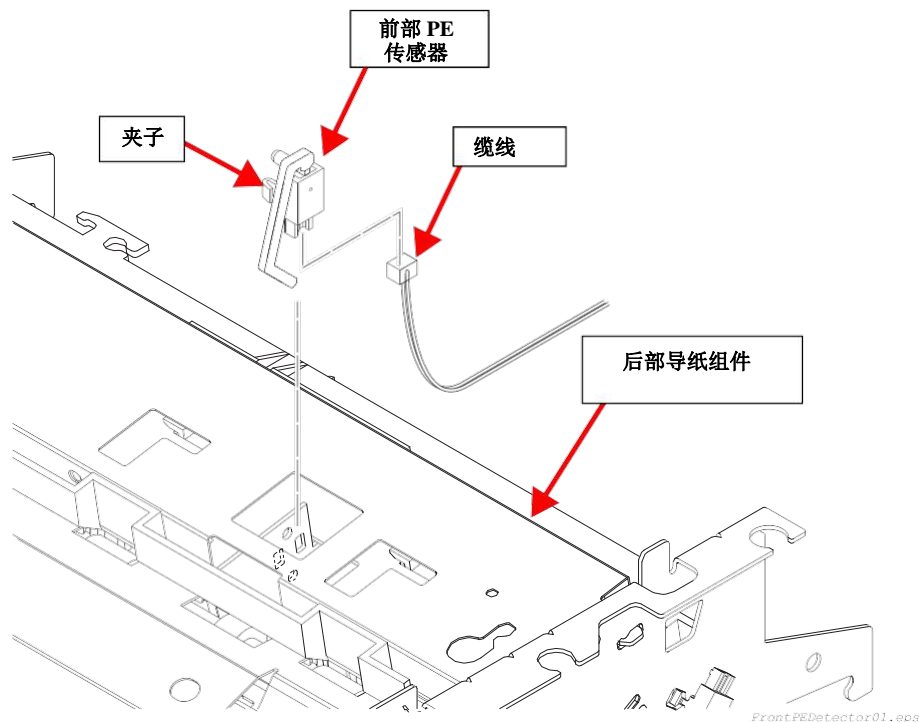

图 4-25. 前部 PE 传感器的拆卸
2. 把用于将前部 PE 传感器固定到后部导纸组件上的 2 个卡子松开，然后取出传感器。(参见图 4-25)